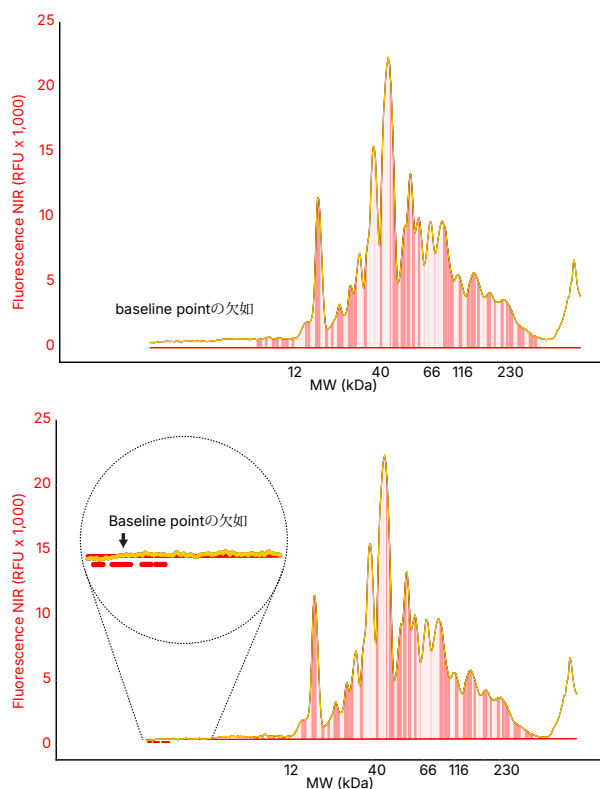

図 6. Baseline Pointが欠落している場合のNIR総タンパク質検出のピーク図 (上) とBaseline Pointを追加した後 (下) の例。
1. ピーク図の左側の平らな部分にBaseline pointを手動で追加し、Baselineを設定します。(図6) ピーク図の左側の平らな領域にカーソルを合わせ、右クリックして**Add Baseline Point**を選択します。
この例では、Baseline Pointを追加した後、NIR総タンパク質面積が約10%減少しました。(図6)